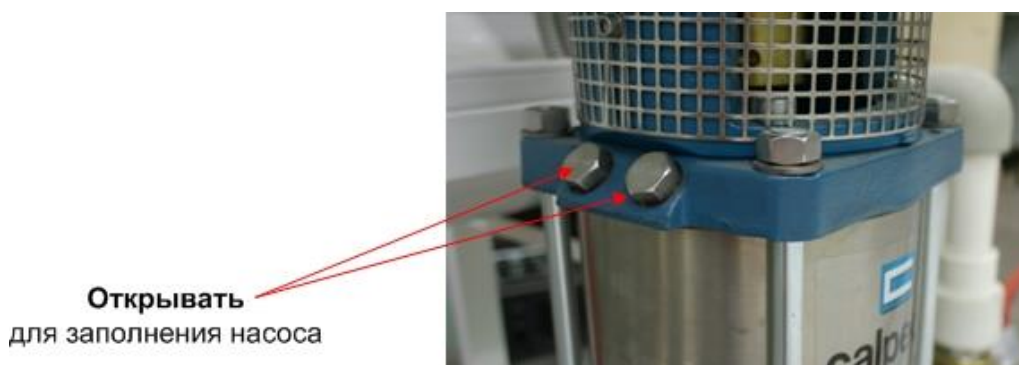

Рис.8 Пробка воздухобросника.
- отвернуть пробку воздухобросника на насосе (рис.8);
- дождаться заполнения насоса водой, завернуть пробку воздухобросника (рис.8);